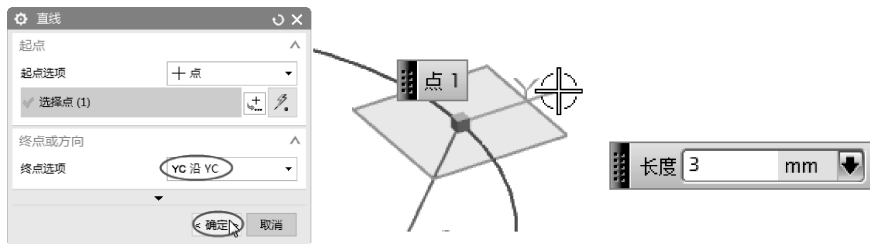

图 5-106 创建直线
- 06 利用【直线】命令, 在新建的基准平面上创建长度为 3 的直线, 如图 5-106 所示。